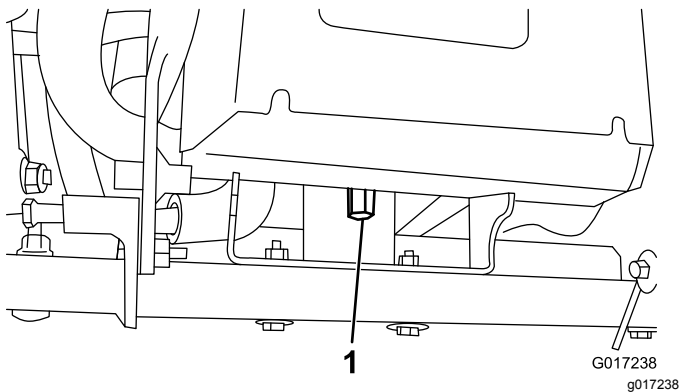

Figura 11
4. Retire la tuerca alta que sujeta la parte trasera de la base de la batería al bastidor de la máquina (Figura 11).